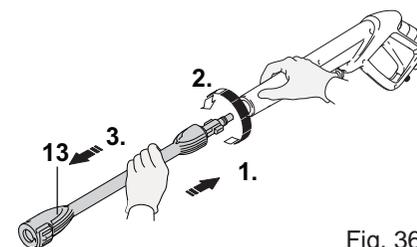

Fig. 36
9. Pour détacher l'accessoire du pistolet, déverrouillez-le en tournant l'écrou de verrouillage (13c) dans le sens inverse des aiguilles d'une montre. Puis pressez l'accessoire contre le pistolet (16), tournez-le dans le sens inverse des aiguilles d'une montre et ôtez-le (Fig. 36).